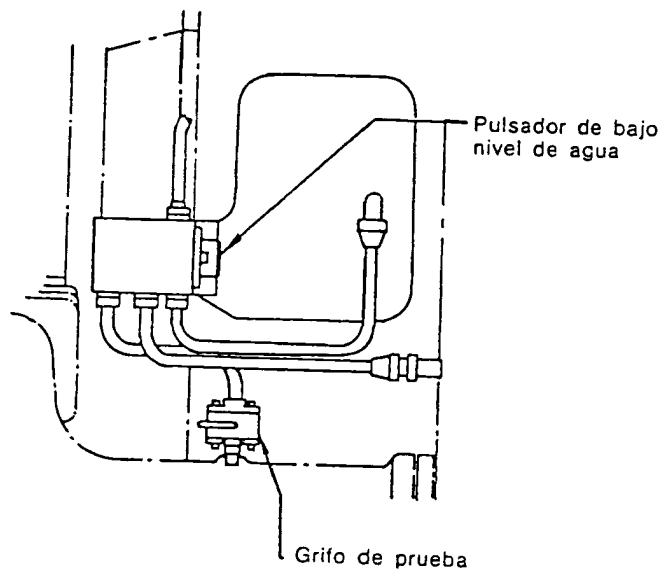

Fig. 1-4 — Pulsador bajo nivel de agua.
- 5) Comprobar que el botón del dispositivo detector de bajo nivel de agua está oprimido. Si el botón está saliente, oprimirlo y mantenerlo así durante 5 segundos después de arrancar el motor. Fig. 1-4.